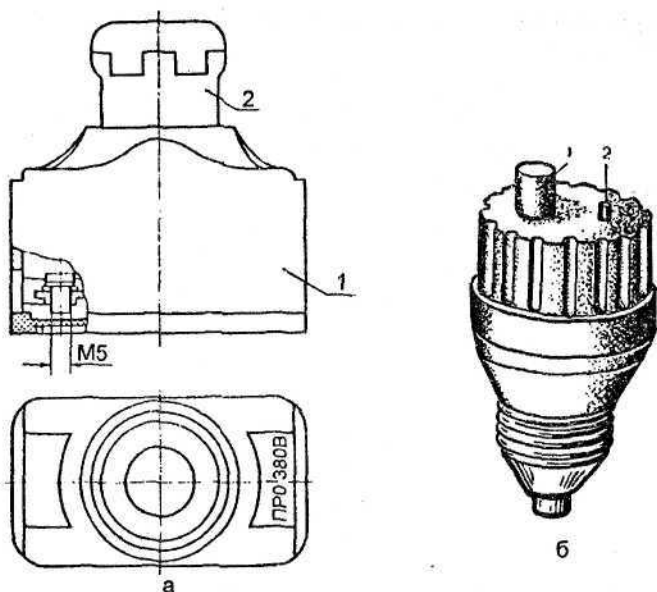

Рис. 14. Аппараты электрозащиты:
Плавкий предохранитель — один из наиболее распространенных аппаратов защиты. Для бытового потребления плавкие предохранители оформляют в виде однополюсных резьбовых предохранителей с резьбой E27. Предохранитель состоит из двух основных частей (рис. 14 а): основания прямоугольной формы и ввертываемого цилиндрического корпуса с плавкой вставкой. Основание устанавливается на щитке в цепи фазного провода. К зажиму, связанному с центральным контактом, подключают провод, идущий от клеммы (2) счетчика; к зажиму резьбовой части — провод, идущий к нагрузке. Плавкая вставка помещена в фарфоровый цилиндр с двумя металлическими колпачками со стороны торцов. Вставку устанавливают в цилиндрический корпус, который ввертывают в основание.
Автоматические выключатели. Для применения в квартирных щитках с плавкими вставками разработаны автоматические выключатели типа ПАР на 6,3 и 10 А с присоединительными размерами, такими же, как и резьбовых предохранителей (рис. 14 б). В отличие от плавких вставок автоматический выключатель после срабатывания снова готов к работе. Чтобы его включить, достаточно нажать кнопку большого диаметра, а нажав кнопку маленького диаметра, можно отключить цепь. Эти автоматы имеют комбинированный расцепитель: электромагнитный — для мгновенного отключения коротких замыканий, и тепловой — для отключения перегрузок.